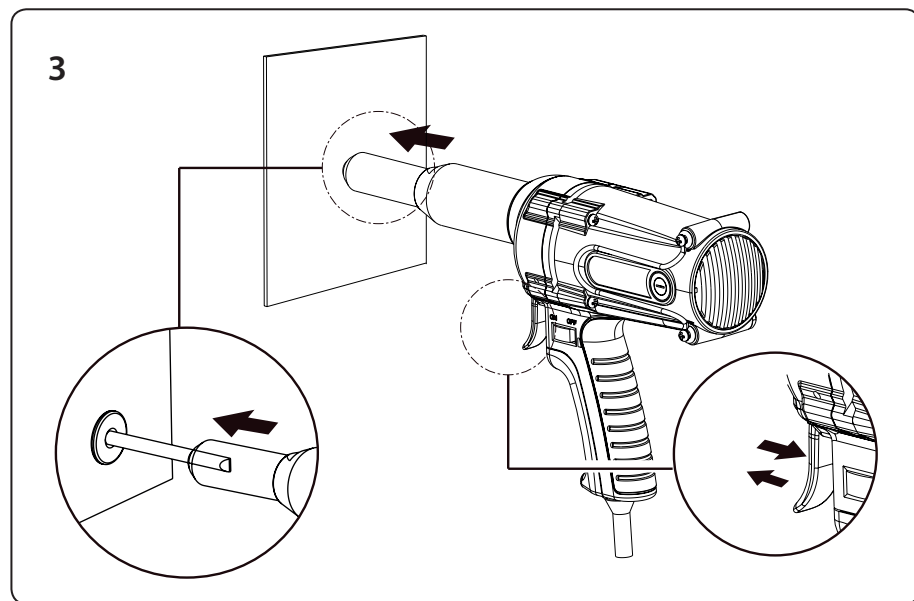

Fig.5
c) Inserte el mango del remache en el orificio del tornillo remachador en la pistola remachadora y apriete e inmediatamente suelte sin aguantar el disparador de la pistola, véase el paso 3, fig. 5. El disparador de la pistola no se debe aguantar.